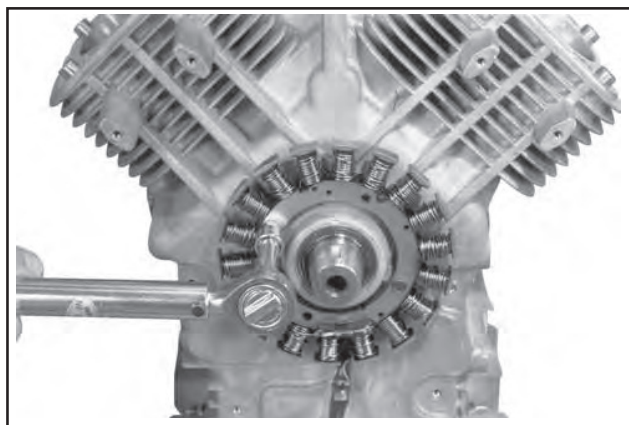

Abbildung 9-65. Ausbau des Stators.
- Die beiden geflanschten Sechskantschrauben und den Stator entfernen. Siehe Abbildung 9-65. Den Verlauf des Statorkabels im Kanal notieren.